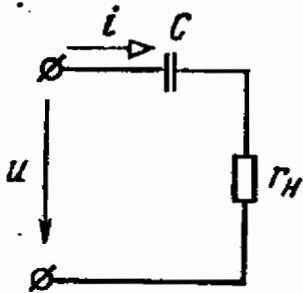

Рис. 8.11
8.11. Напряжение на входе цепи рис. 8.11 задано уравнением $u = (100 + 50 \sin 314 t) \text{ В}$.
Конденсатор, включенный в цепь (рис. 8.11), иногда называют разделительным, так как в рассматриваемой цепи происходит разделение постоянной и переменной составляющих напряжений. С большой степенью точности можно сказать, что на зажимах конденсатора выделилась постоянная составляющая, а на зажимах резистора — переменная составляющая приложенного напряжения.